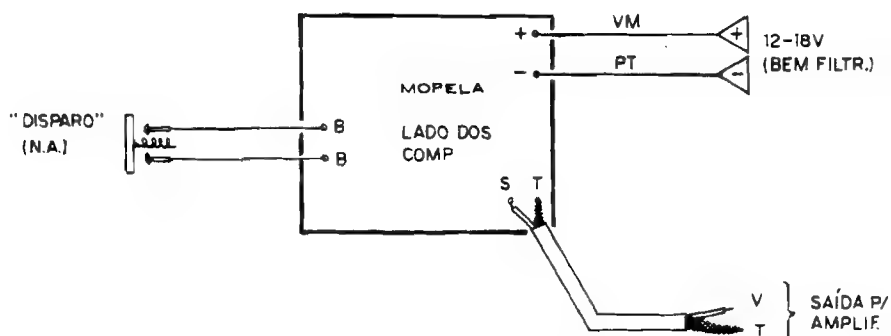

Fig.4
- **FIG. 4 - CONEXÕES EXTERNAS À PLACA** - Embora simples e direta, as ligações externas à placa exigem a mesma dose de atenção e cuidado requerida para a colocação/soldagem dos componentes (figura anterior...). Observar, principalmente, a **polaridade** da alimentação (aos pontos "+" e "-"...), lembrando sempre que é bom codificar os fios com a "velha" norma da cor **vermelha** para o **positivo** e **preta** para o **negativo**... O cabo de **saída**, tipo blindado/mono, deve ser ligado aos pontos "S-T" com atenção para a identificação dos condutores "vivo" (interno) e "terra" (malha metálica...). Aos pontos "B-B" são ligados os fios que vão aos terminais do interruptor momentâneo, tipo Normalmente Aberto, cuja